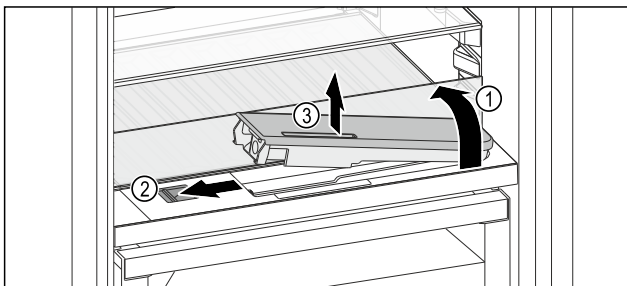

Fig. 194
- Soulever la tablette et la rabattre vers l'arrière jusqu'à la butée Fig. 194 (1).
- Pousser le curseur Fig. 194 (2) vers la gauche.
- Sortir le filtre à eau Fig. 194 (3).